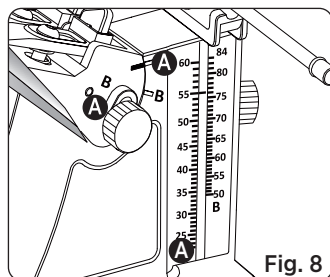

Fig. 8
4. Vrid på vinkelåsratten för att flytta stödstången uppåt eller nedåt tills den röda linjen är i linje med önskad vinkel på skalan (Se Fig. 8). Dra sedan åt vinkelåsratten ordentligt.